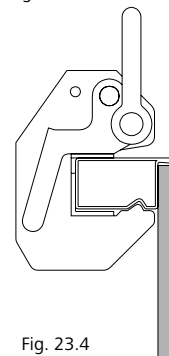

Fig. 23.4
3. Pour verrouiller, remettre le levier de sécurité en position initiale (Fig. 23.4).